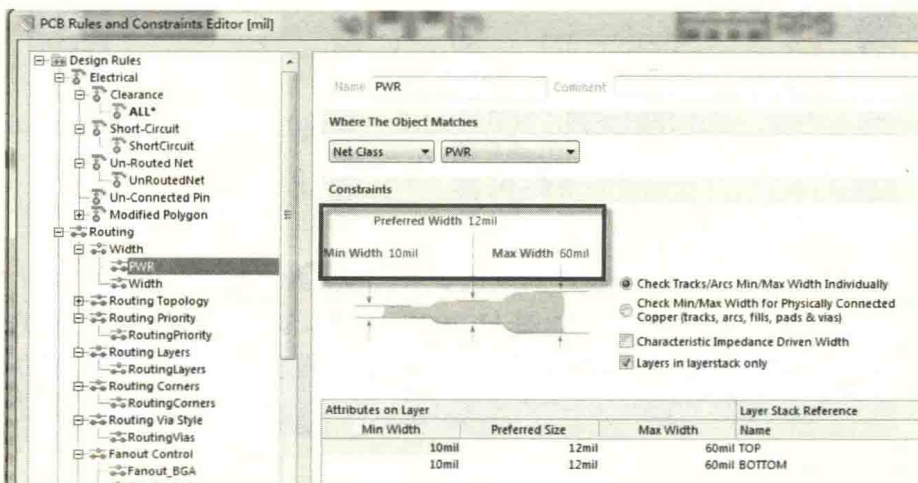

图 13-21 PWR 类线宽规则设置
(2) 创建一个针对 PWR 类的线宽规则，对其网络线宽进行加粗设置，要求最小值为 10mil，最大值为 60mil，优选值为 12mil，如图 13-21 所示。